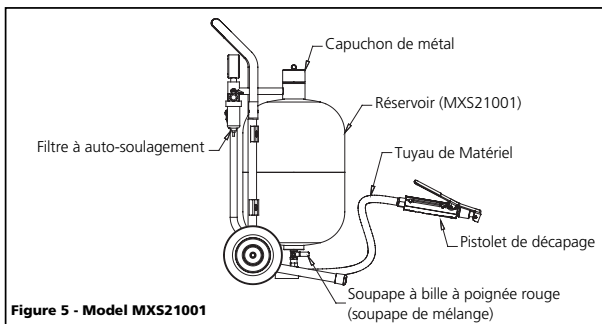

Figure 5 - Model MXS21001
- Régler la soupape à bille à poignée bleue et les deux soupapes à bille à poignée rouge sur la position complètement fermée (voir figure 5, 6 et 7).